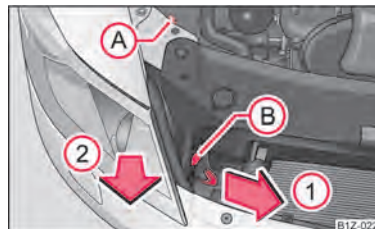

Fig. 181 Phares avant : Emplacement des ampoules
- Dévissez l'écrou en plastique (A) → fig. 181.
- Tirez la fixation (B) vers le haut.
- Tirez le levier de sûreté du phare jusqu'à la butée dans le sens de la flèche (1).
- Débranchez le connecteur et sortez prudemment le phare dans le sens de la flèche (2).